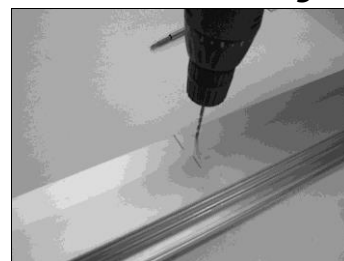

Fig. 5
- E. Perfore con una punta de taladro apropiada y monte el estribo delantero asegurándose de apretar bien los tornillos (Fig.5 y Fig. 5bis).
- E. Perfore con una punta de taladro apropiada y monte el estribo delantero asegurándose de apretar bien los tornillos (Fig. 5 y Fig. 5bis).
Fig. 5 bis